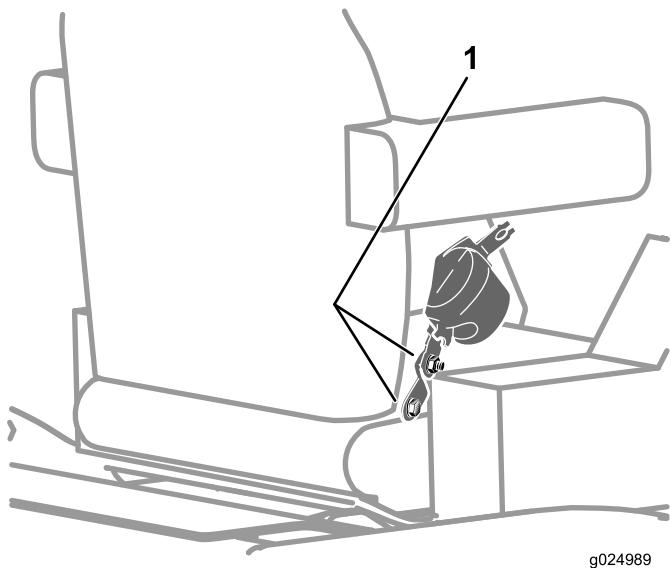

Figura 119
2. Controllate che i bulloni e i dadi che fissano il riavvolgitore della cintura e la fibbia al sedile siano serrati a una coppia di 47–61 N m; fate riferimento a Figura 119.